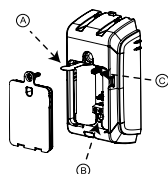

Figura 1: Opciones de registro
3. Para comenzar el proceso de registro automático, quitar la lengüeta. Ver A en la figura 1.
- Nota:** Si el dispositivo no se registra automáticamente, pulsar el botón de registro, presionar el restablecimiento de manipulación o introducir en el panel el número de identificación del dispositivo. Para información sobre el botón de registro, ver B en la figura 1, o C en la figura 1 para restablecer la manipulación.